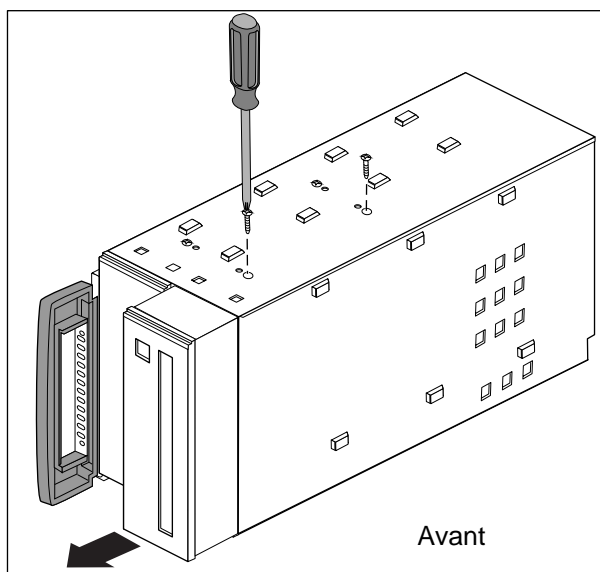

Figure 7-9 Retrait d'un lecteur du tiroir de périphérique
4. Retirez les vis fixant le lecteur au tiroir de périphérique, puis sortez le lecteur du tiroir, comme illustré à la Figure 7-9.